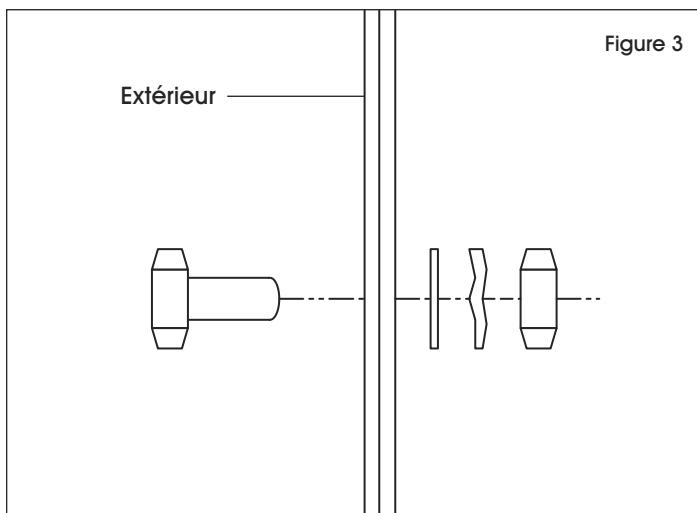

Figure 3
3. Placez les pieds à l'envers sur le plancher. Positionnez la tablette sur les pieds. Insérez les vis creuses à travers la tablette et chaque pied à partir de l'extérieur (7 endroits par pied). Serrez les vis avec des rondelles plates, des rondelles de blocage et des écrous. Utilisez une clé à douille. (Voir Figure 3)